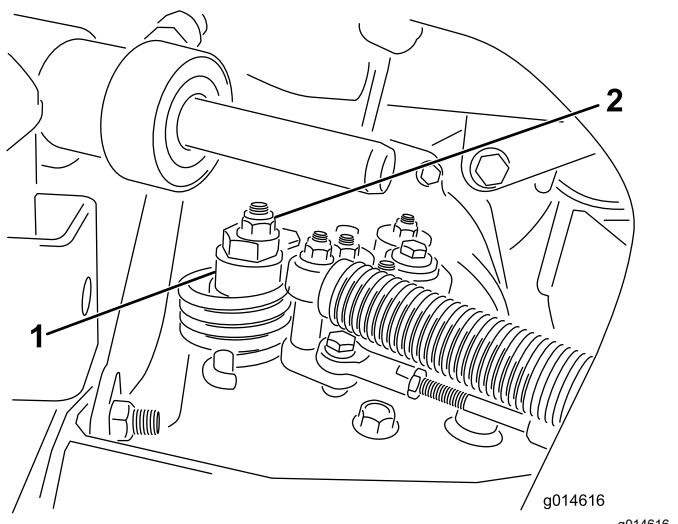

Figura 41
- A. Liberte a porca que fixa o disco excêntrico ao cimo do hidróstato (Figura 41).
- C. Rode o disco excêntrico até eliminar a deslocação em qualquer um dos sentidos. Quando a roda deixar de rodar, aperte a porca, bloqueando deste modo o disco excêntrico e fixando a posição de ajuste (Figura 41). Verifique se o ajuste é o adequado colocando o acelerador nas posições LENTO e RÁPIDO.